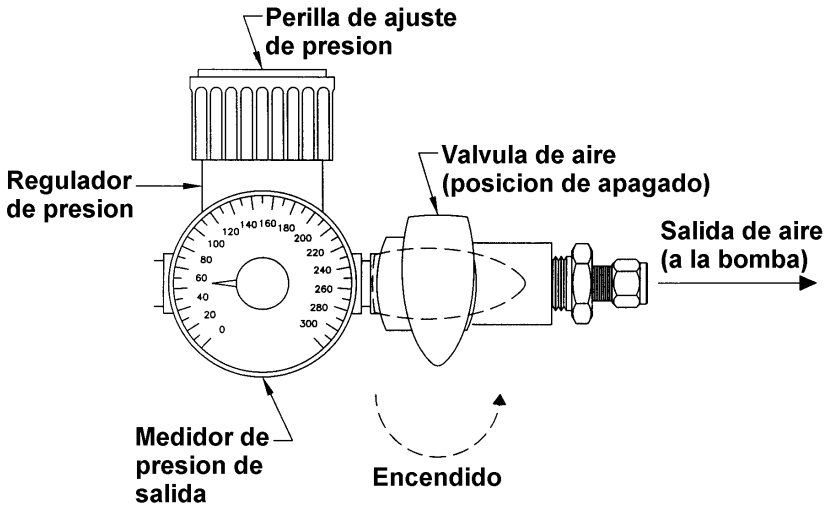

Figura 3-1 – Suministro de Aire
1. Encienda el compresor de aire. Si el compresor de aire fue proporcionado por Geotech, dos medidores de presión, un interruptor de presión, una válvula de aire y un regulador de presión estarán ubicados en la parte superior del tanque de aire del compresor. El medidor principal de presión muestra la presión total del tanque y el medidor de presión de salida (Figura 3-1) muestra la presión de salida del aire fijada por el regulador. El interruptor de presión tiene una palanca con dos posiciones. Mueva la palanca a la posición "AUTO" (abajo) y el compresor funcionara hasta que la presión del tanque alcance 120 psi (8.3 bar). Gire la válvula y verifique que la presión mostrada en el medidor de presión de salida lea entre 80 psi (5.5 bar) y 100 psi (6.9 bar). Si el ajuste está fuera de este rango, ajuste la presión rotando la perilla en el regulador.